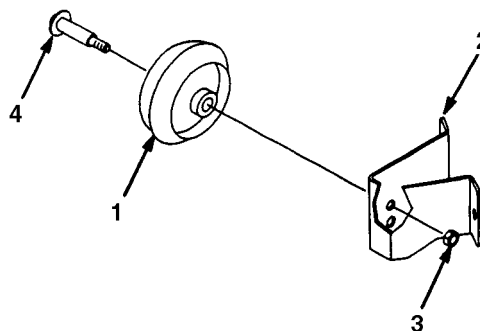

Fig. 7
1. Per modificare l'altezza delle ruote del tosaerba, togliere il bullone di montaggio delle ruote ed inserirlo in un altro foro (Fig. 7).
2. Utilizzare il foro superiore per l'altezza di taglio minima ed il foro inferiore per altezze di taglio superiori (Fig. 7).